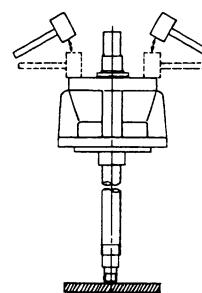

図 4
- (15) 木片などを下に敷き、シャフト⑧の入口側を下にして立てる。(図4)
- (16) 出口側ベアリングボックス⑮をバークハンマーで外周を均一に軽くたたきながら、出口側ベアリング⑲より外す。
- (17) ベアリングナット⑳、ベアリングワッシャ㉑を外す。
- (18) プーリ抜きを用いて出口側ベアリング⑲をシャフト⑧より抜く。